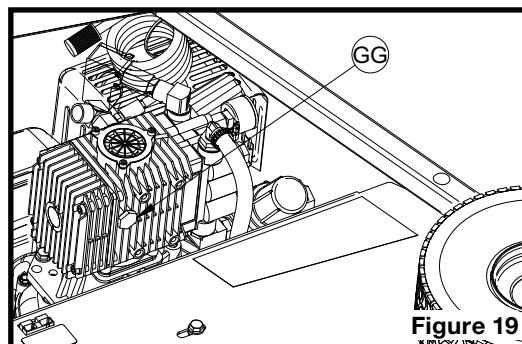

Figure 19
2. Dévisser le bouchon de vidange (GG sur la figure 19).